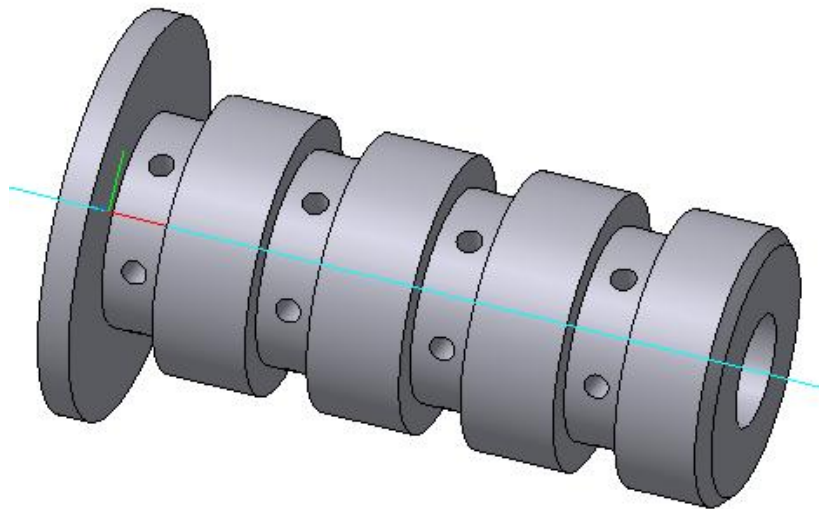

Рис. 115
1.4. Для построения оставшихся 18 отверстий сделайте активной команду **Массив вдоль кривой**, в строке параметров установите количество элементов «4» с шагом «25», в дереве построения выделите **Ось пересечения двух плоскостей** и **Массив по концентрической сетке**, рис. 115.
1.5. Выполните фаску  $2 \times 45^\circ$ , рис. 115.